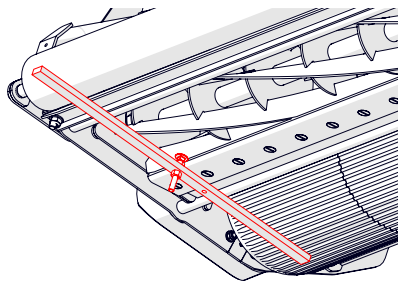

Fig. 9F - Ripetere sull'altro lato
8. Ripetere lo stadio 7 per la seconda posizione sull'altro lato della cassetta (Fig. 9F).